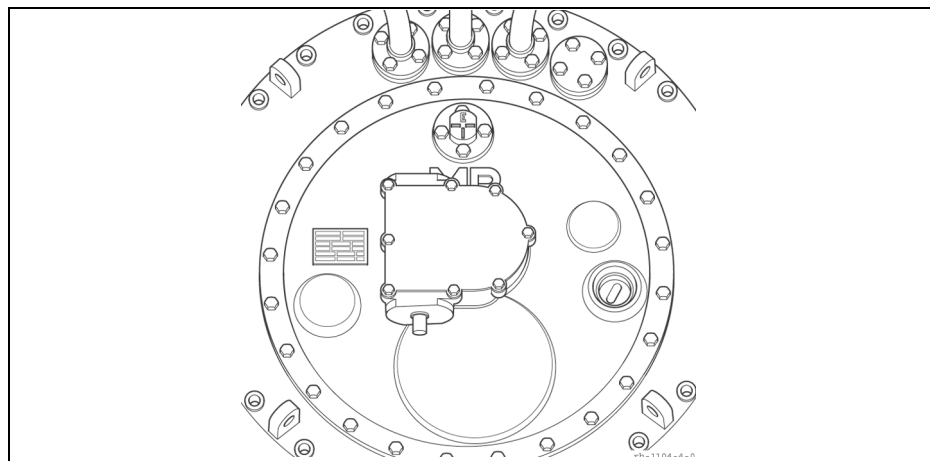

图 27 关闭分接开关头
10. 用盖板关闭分接开关头。注意装在盖板上的圆形橡胶密封垫。用 24 个 M10 螺栓（17 号扳手）均匀地拧紧分接开关盖板，最大扭矩 34 Nm，图 27。